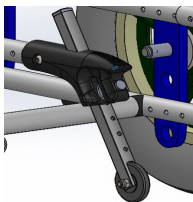

fig. 4.1
Le routine possono considerarsi in presa (fig. 4.1) se si trovano ad una distanza compresa tra 25mm e 40mm dal pavimento; se posizionate troppo in alto non riducono il rischio di ribaltamento, se troppo in basso possono urtare contro eventuali ostacoli.
- verso il basso funzionamento in presa come fig. 4.1.